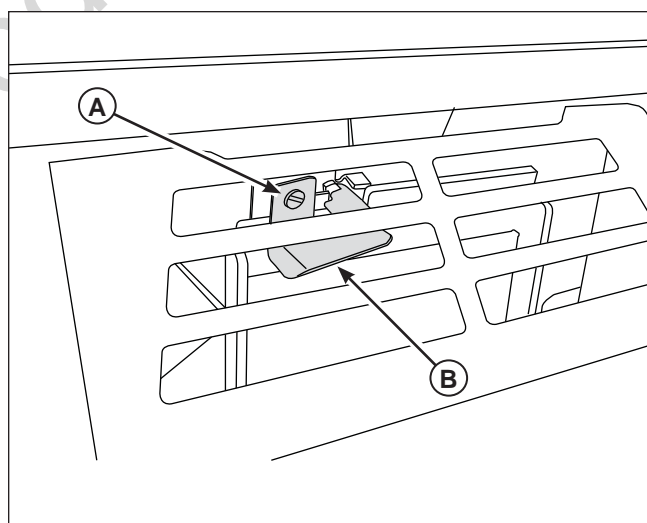

Figure 17. Déverrouillage et ouverture du capot
1. À l'aide d'un tournevis, faites tourner de 1/2 tour le loquet du capot (A, Figure 17) dans le sens contraire des aiguilles d'une montre pour ouvrir le verrou.
2. Tirez le loquet du capot (B) vers l'arrière de la machine pour libérer le loquet.